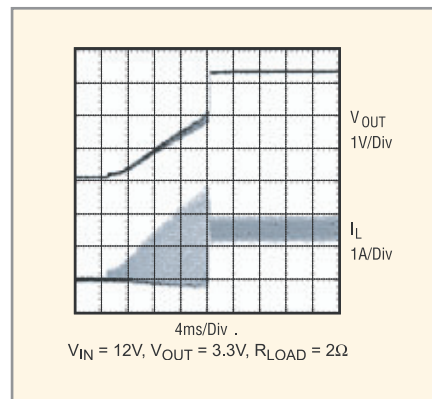

Рис. 6. Осциллограммы режима «мягкого» запуска
- управляемый режим «мягкого» запуска инвертора (см. рис. 6);